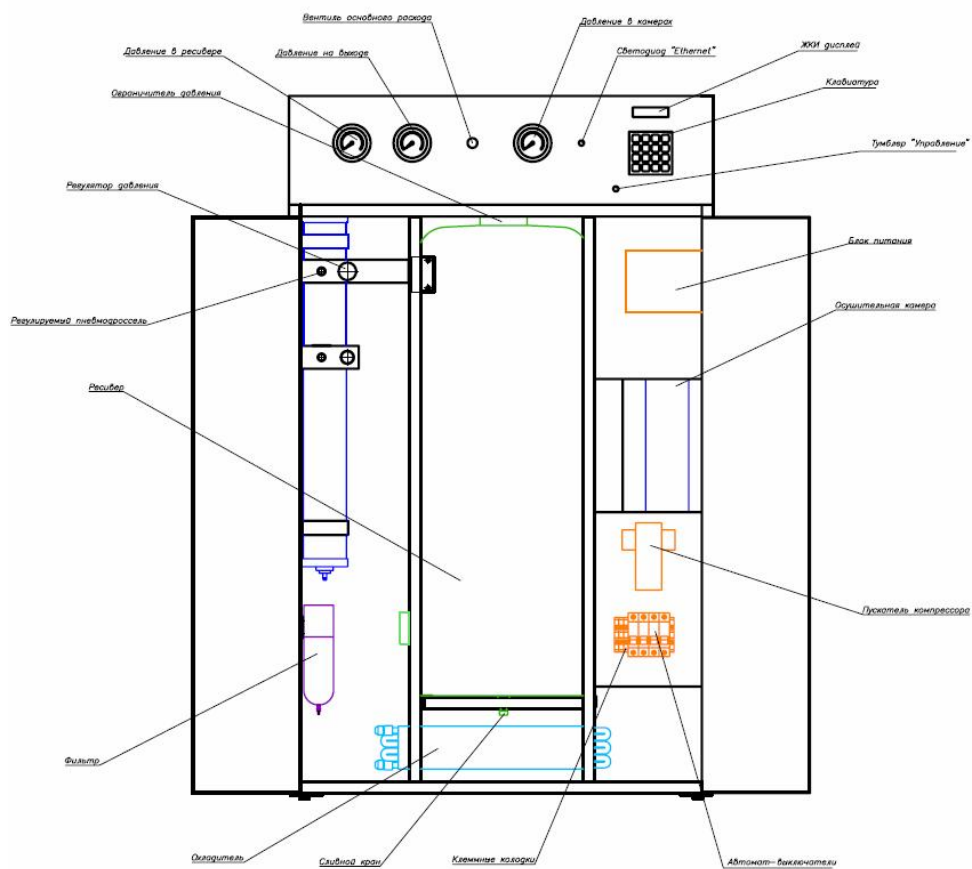

Рис. 1
1. БО (Рис.1) состоит из сварного каркаса, выполненного из уголка **20x20x3**, с размещенными внутри следующими приборами и узлами:
4. На передней панели расположен светодиод зеленого цвета (Рис. 1). Он указывает на то, что установка подключена к сети **Ethernet**.